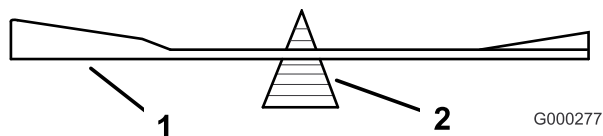
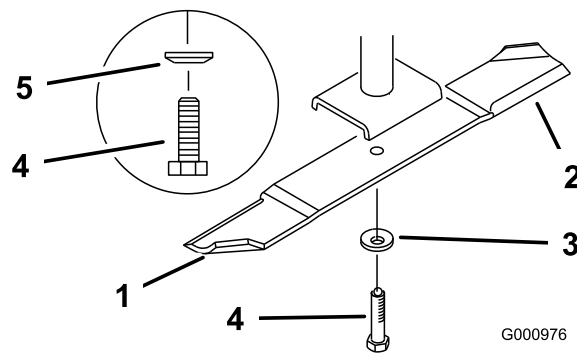

Figura 91
Figura 92
2. Verifique el equilibrio de la cuchilla colocándola sobre un equilibrador de cuchillas (Figura 91). Si la cuchilla se mantiene horizontal, está equilibrada y puede utilizarse. Si la cuchilla no está equilibrada, rebaje algo el metal en la parte de la vela solamente (Figura 92). Repita este procedimiento hasta que la cuchilla esté equilibrada.
1. Instale la cuchilla en el eje (Figura 92).
2. Instale la arandela de muelle y el perno de la cuchilla. El cono de la arandela de muelle debe estar orientado hacia la cabeza del perno (Figura 92). Apriete el perno de la cuchilla a 115–150 Nm (85–110 pies-libra).